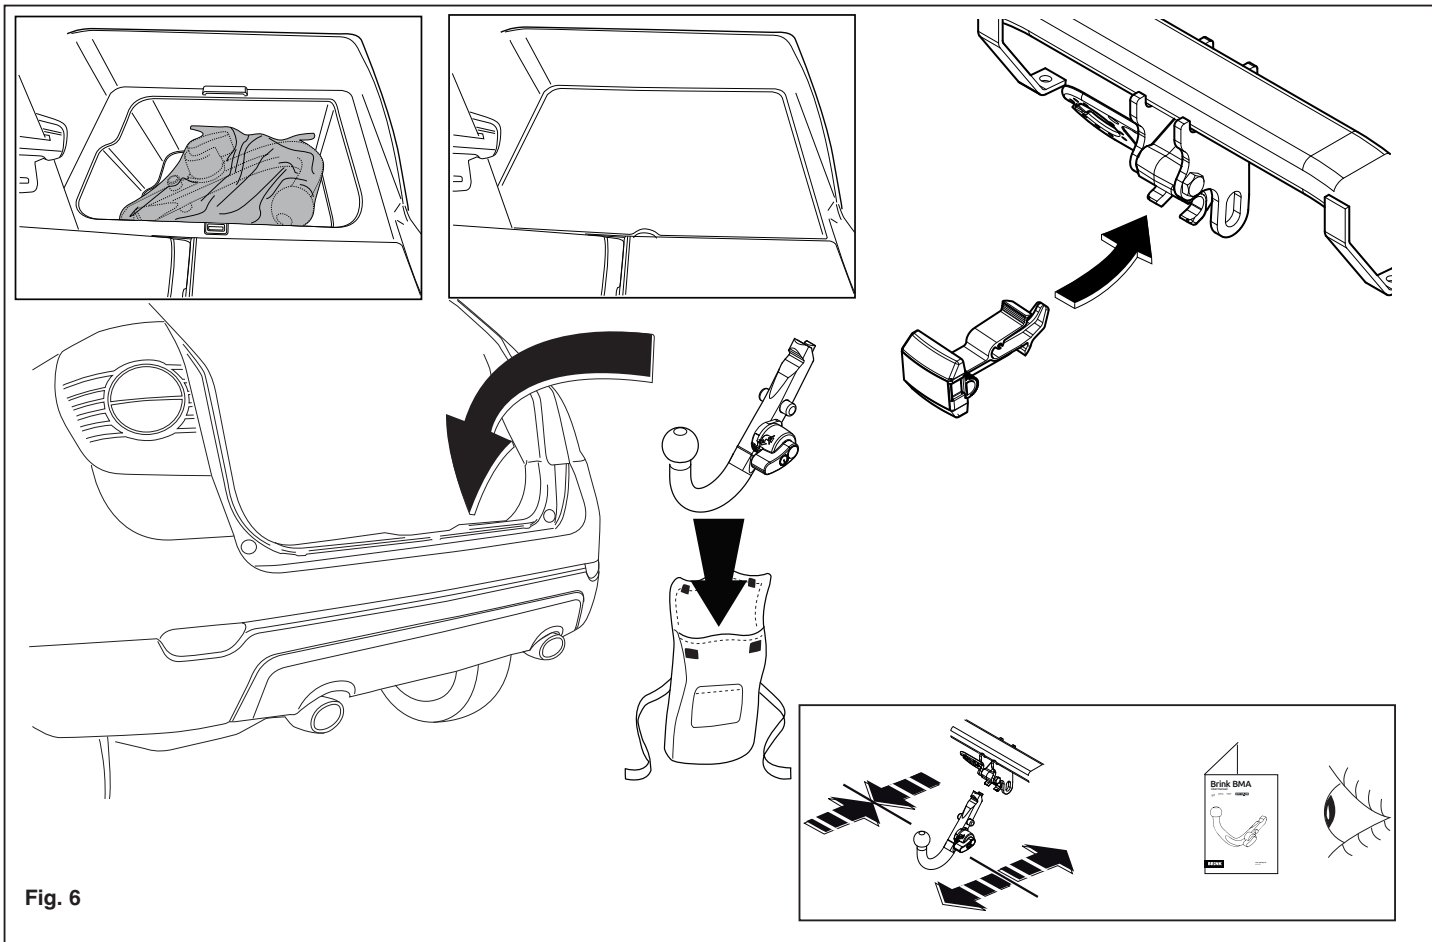

Fig. 6
19. После использования шар следует спрятать. Смотрите рисунок 6.